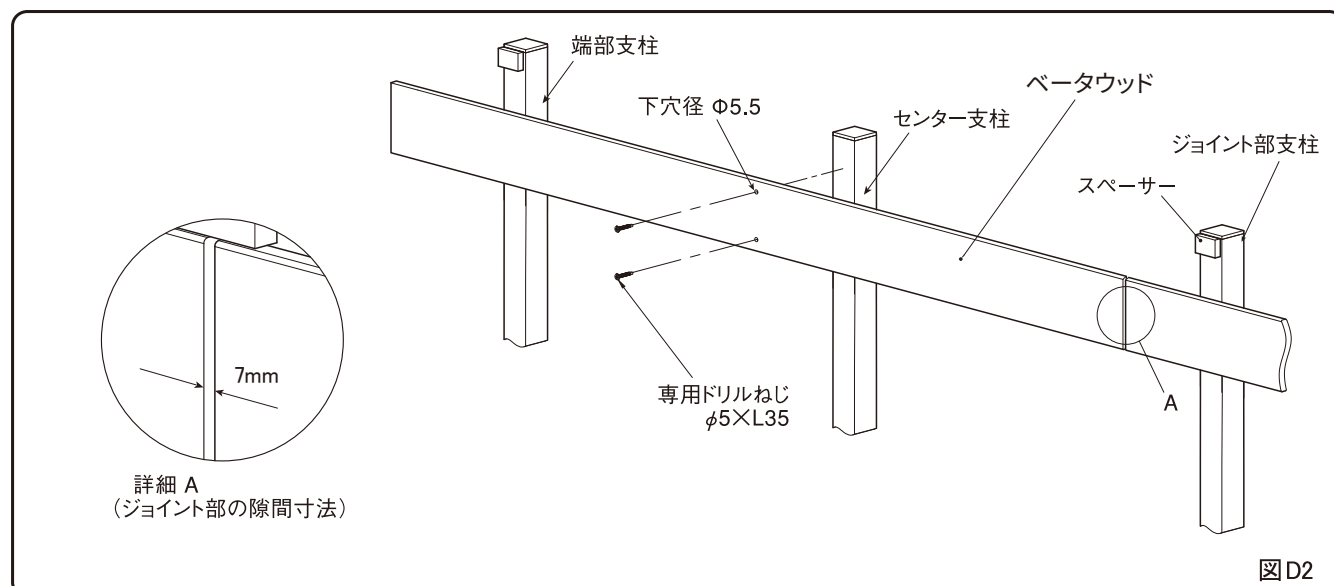

図D1
このとき、一般部の支柱ピッチは必ず1,000mmを守ってください。なお寸法調整部のピッチは1,000mm以下としてください。(図D1参照)
- ① ジョイント部品を取付ける支柱に、最上段のスペーサーを全数貼付けます(両面テープの剥離紙をはがして貼付けてください)。(図D1参照)
このとき、一般部の支柱ピッチは必ず1,000mmを守ってください。なお寸法調整部のピッチは1,000mm以下としてください。(図D1参照) 支柱の高さと通り芯は、確実に合わせるように注意してください。